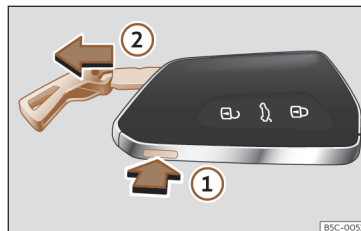

Fig. 77 Llave del vehículo: extraer el espadín.
- Pulse el botón»» **fig. 77** ① para hacer salir la argolla a modo de llavero y poder extraer el espadín ②. Si presiona ligeramente sobre la argolla, esta se quedará fija a modo de llavero.
- Pulse el botón»» fig. 77 ① para desbloquear. Mantenga pulsado el botón ① y al mismo tiempo tire de la argolla en la dirección de la flecha»» fig. 77 ② para extraer completamente el espadín.